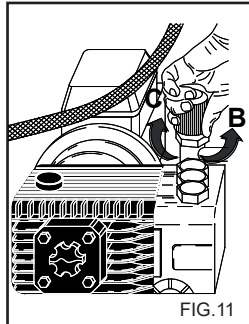

FIG. 11
Ce chapitre concerne uniquement les modèles pourvus du dispositif "Régulateur de pression". Le dispositif régulateur de pression (fig.11) permet de régler la pression de service. En faisant tourner le bouton C dans le sens contraire des aiguilles d'une montre (B) (minimum), on obtient une réduction de la pression de service.